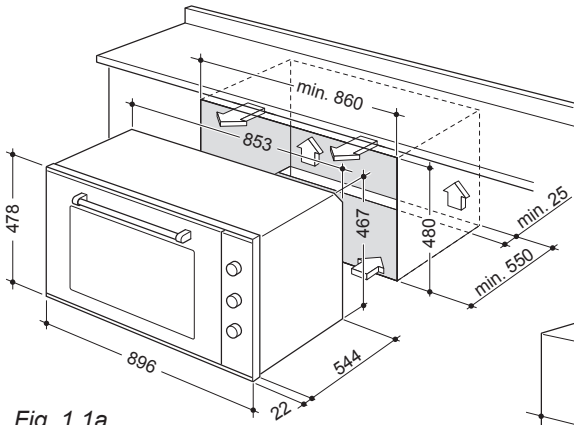

Fig. 1.1a
- Per l'installazione è necessario creare un vano come illustrato nelle figure 1.1a e 1.1b.